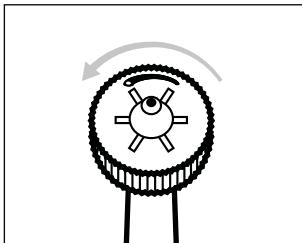

Fig. 4
- ◆ Rotiți regulatorul de duze **1** cu degetele în sens anterior în vederea unui singur jet pentru îndepărțarea resturilor de mâncare din locurile greu accesibile (a se vedea fig. 4 și 5).